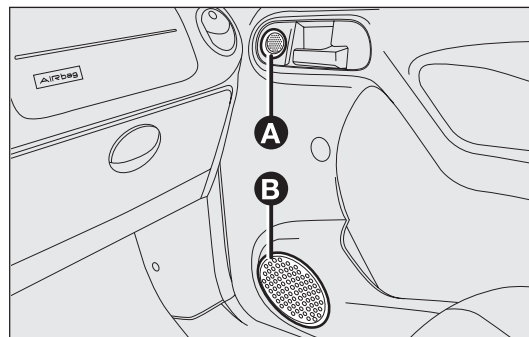

fig. 95
- due altoparlanti tweeter A-fig. 95 e due woofer B da 40 W max ciascuno sulle porte anteriori;